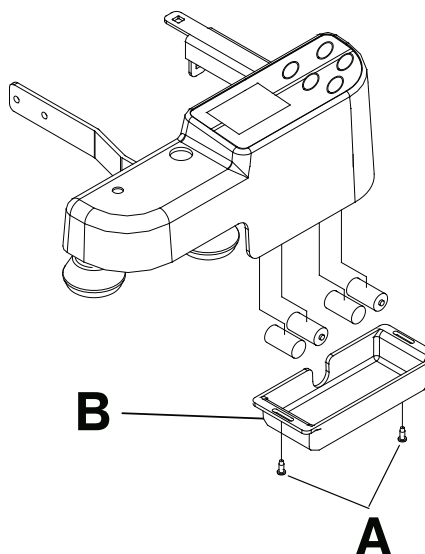

Figura 9 – Cambio de las pilas
1. Mediante un destornillador Phillips del n.º 2, retire los dos tornillos (A) que fijan la cubierta del compartimento de las pilas (B) a la carcasa (Figura 9). Guarde la cubierta. Extraiga y deseche las pilas.